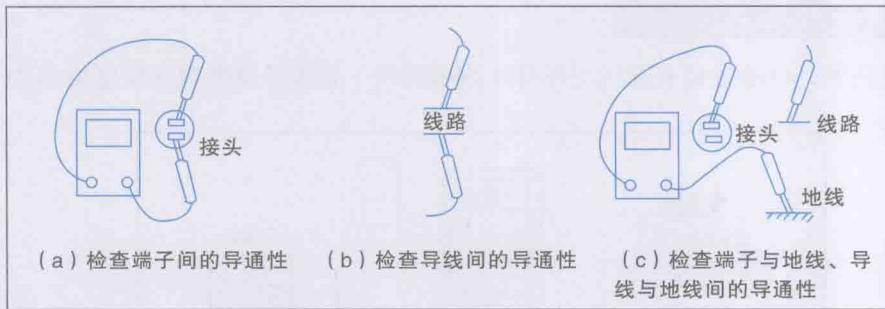

图1-5 用万用表检测导通性
12. 检查端子、触点或导线等的导通性，是指检查端子、触点或导线等是否通电而没有断开，可用万用表电阻挡测量其电阻值的方法进行检查（图1-5）。